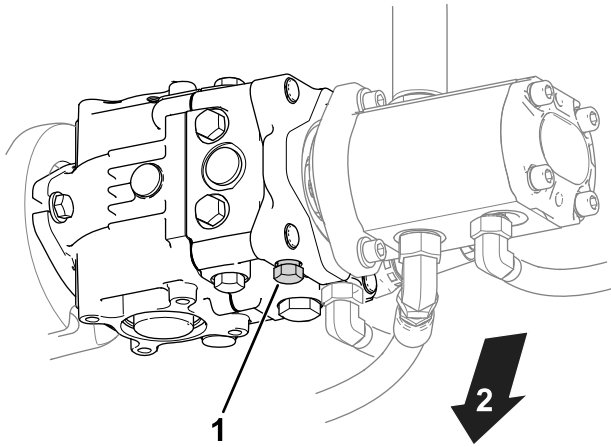

Figura 36
1. Localice la válvula de desvío en la bomba (Figura 36).